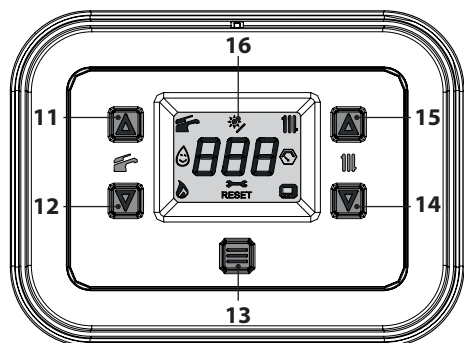
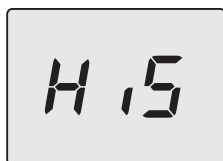

Figura 5.18
Figura 5.19
- Entrare in "modalità programmazione" premendo contemporaneamente per 5 secondi i tasti 12 e 14 (Figura 5.18) fino a far apparire sul display LCD le lettere **HiS** che indicano il menu "Storico delle caldaie" (Figura 5.19).
- Premendo contemporaneamente i tasti 12 e 14 (Figura 5.18) si esce senza modificare il valore (ritorno al livello precedente).
- tenere premuti contemporaneamente i tasti 12 e 14 per 5 sec. (Figura 5.18) (ritorno al livello precedente).